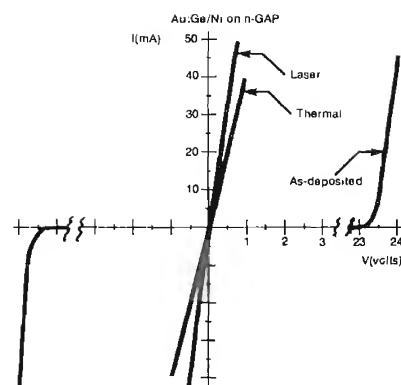

Fig. 43 - Resistenze dei contatti AuGeNi su GaP con due diversi trattamenti e senza trattamento (as deposited).
- La deposizione per implantation, senza trattamento successivo (in fig. 43 si riferisce alla curva «as deposited»)
- Connubio grossolano fra materiale dei contatti e semiconduttore ottenuto col normale processo di ricottura in forno a 575°C (in fig. 43 si riferisce alla curva «thermal»)
In fig. 43 si riferisce alla curva «laser».